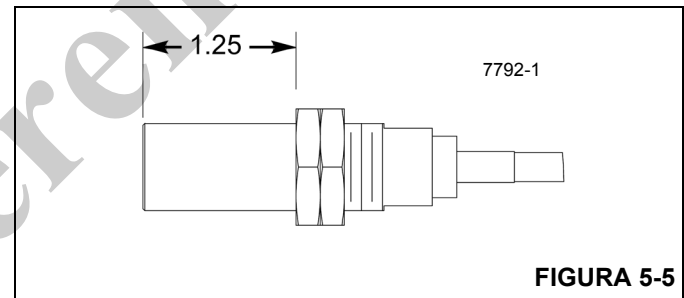

FIGURA 5-5
1. Gire las dos contratuercas en el sensor de rotación del tambor para producir 1.25 pulg (31 mm) de longitud instalada de roscas desde la parte inferior del sensor hasta la contratuerca inferior (Figura 5-5).